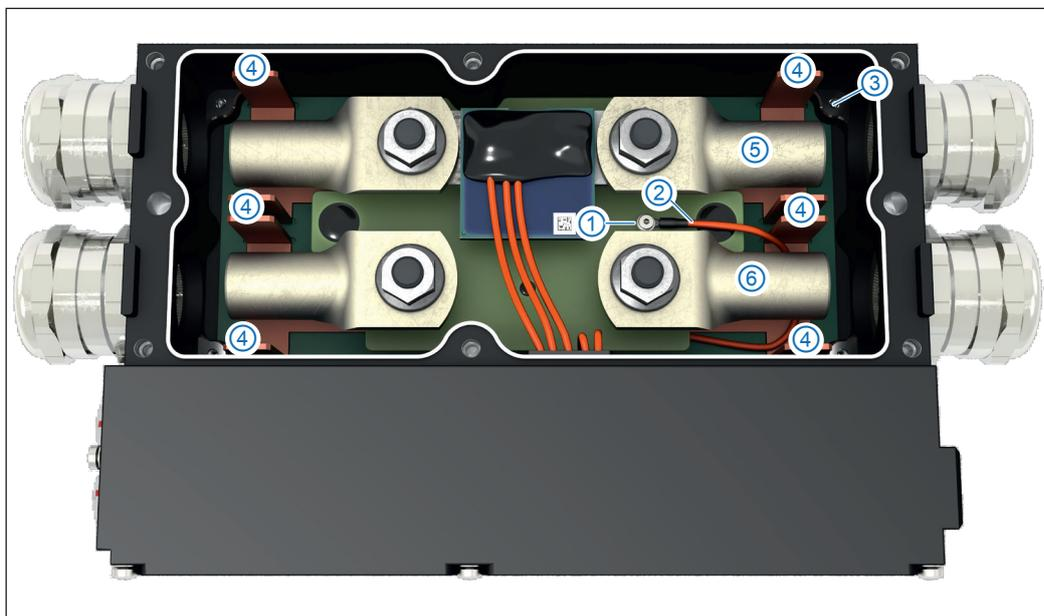

Abb. 5-45: HV BM 1.2+U, Optionen für Masseanschluss
<p>HV-Leitungen an HV BM 1.2+U montieren</p> <p>Wie die HV-Leitungen für ein HV BM 1.2+U zu konfektionieren sind, hängt in erster Linie davon ab, ob die Abschirmungen über die Kabelverschraubungen mit dem Modulgehäuse verbunden oder mit den isolierten Schirmdurchführungen verlötet (Abb. 5-45, ④) werden.</p> <p>Werden die Abschirmungen an die isolierten Schirmdurchführungen angelötet, gelten für die Konfektionierung der Leitungen HV- und HV+ dieselben Angaben wie für die Konfektionierung der Leitung HV+ beim HV BM 1.2+S:</p> <p>→ <a href="#">Kapitel 8.1.7.2 „Konfektionierung der Leitungen HV+ (Abschirmung an Schirmdurchführung angelötet)“</a></p> <p>Werden die Abschirmungen über die Kabelverschraubungen mit dem Modulgehäuse/Masse verbunden, gelten für die Konfektionierung beider HV-Leitungen dieselben Angaben wie für die Konfektionierung der HV-Leitungen des HV BM 1.2:</p> <p>→ <a href="#">Kapitel 8.1.6.1 „Konfektionierung ein- und zweiadrigter HV-Leitungen (HV BM 1.2/HV BM 1.1)“</a></p>
#### 5.4.3.1 Strom-/ Spannungsmessungen (orangenes Kabel an Gehäuse/PE, Abb. 5-45, ③)
#### 5.4.3.2 Strom-/ Spannungsmessungen (orangenes Kabel an isoliertem Punkt, Abb. 5-45, ①)
- ▶ Messung der Spannung zwischen HV+ und HV- (Abb. 5-45, ⑥ und ⑤) (alle HV BM 1.x)
- ▶ Messung der Spannung zwischen HV+ und Gehäuse (Abb. 5-45, ⑥ und ③) (nur HV BM 1.2+U)
- ▶ Messung der Spannung zwischen HV- und Gehäuse (Abb. 5-45, ⑤ und ③) (nur HV BM 1.2+U)
<p>Für die Messungen im "+U"-Modus wird das dünne orangefarbene Kabel (Abb. 5-45, ②) direkt mit dem Modulgehäuse (Abb. 5-45, ③) verbunden. Durch den parallel zur Isolationsbarriere liegenden Innenwiderstand des Messeingangs reduziert sich der effektive Isolationswiderstand im Modus „+U“ von 50 GΩ auf 4 MΩ.</p> <p>Wird das Modul nicht im Modus „+U“ betrieben, gibt es keine Verringerung des effektiven Isolationswiderstandes.</p> <p> Nur qualifiziertes und geschultes Fachpersonal einsetzen.</p>